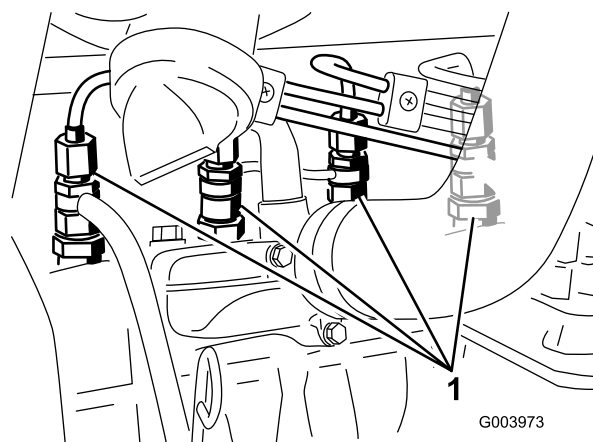

Figura 49
1. Liberte a tubagem que se encontra ligada ao injector nº 1 e à estrutura de suporte da bomba de injeção (Figura 49).